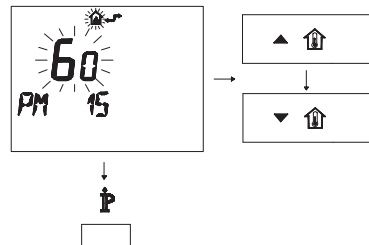

Fig. 5.55
- Modificare il SET programmato agendo sui pulsanti **▲** o **▼** fino a visualizzare un **set di 60**, aspettare che il numero programmato cominci a lampeggiare (Fig. 5.55).